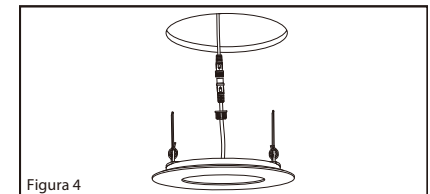

Figura 4
6. Sube los ganchos de resorte en luz empotrada hacia arriba y a través del recorte. Los ganchos de resorte deben de cerrarse sobre el techo y asegurar el módulo LED empotrado en su lugar. (Figura 4)